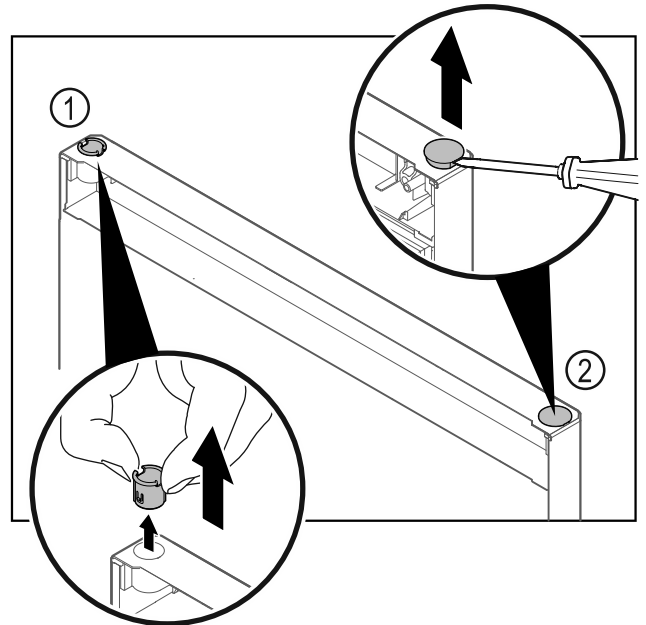

Fig. 21
- Scharnierbuchse Fig. 21 (1) mit den Fingern herausziehen.
- Abdeckstopfen Fig. 21 (2) vorsichtig mit einem Schlitzschraubendreher anheben und herausziehen.